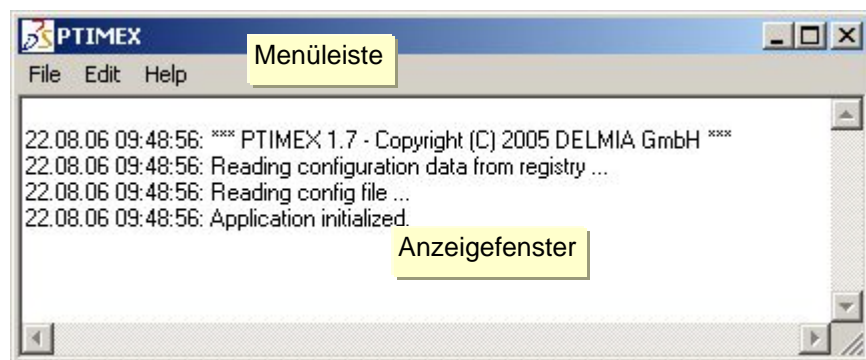

Abbildung 12: PTIMEX
- ➋ Es öffnet sich die Anwendung mit der Sie Projekte und Schablone importieren und exportieren können (siehe: Abbildung 12).